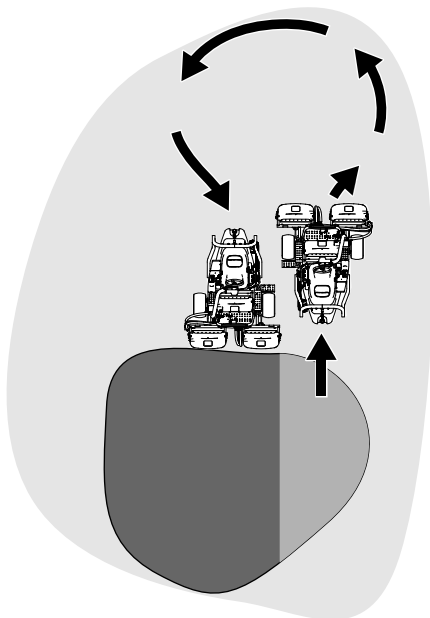

Bild 27
6. Verkürzen Sie die Betriebszeit und vereinfachen Sie das Ausrichten für den nächsten Durchgang, indem Sie die Maschine vorübergehend in die entgegengesetzte Richtung und dann in die Richtung des ungemähten Teils drehen. Führen Sie eine tränenförmige Wende durch (Bild 27), um die Maschine schnell für den nächsten Durchgang auszurichten.